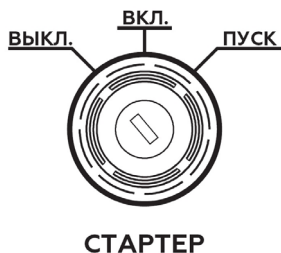

Рис. 13 Замок зажигания
- Вставьте ключ в замок зажигания на панели управления и переведите ключ в положение «ВКЛ.» (Включено) (Рис. 13).
- Переведите ключ зажигания в положение «ПУСК» (Рис. 13) и удерживайте его. После запуска двигателя отпустите ключ зажигания, он автоматически встанет в положение «ВКЛ.».